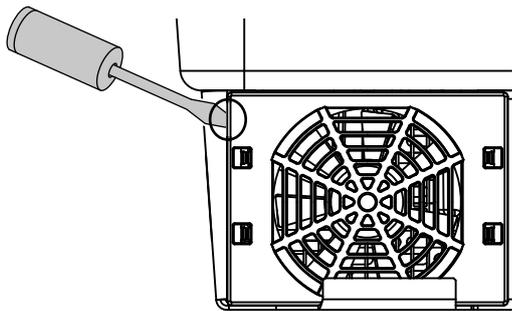

Fig. 73: Solte a grelha do ventilador
2. Desmonte o ventilador. Para tal, coloque uma chave de fendas na borda da grelha do ventilador e pressione levemente a grelha.  **Fig. 73**